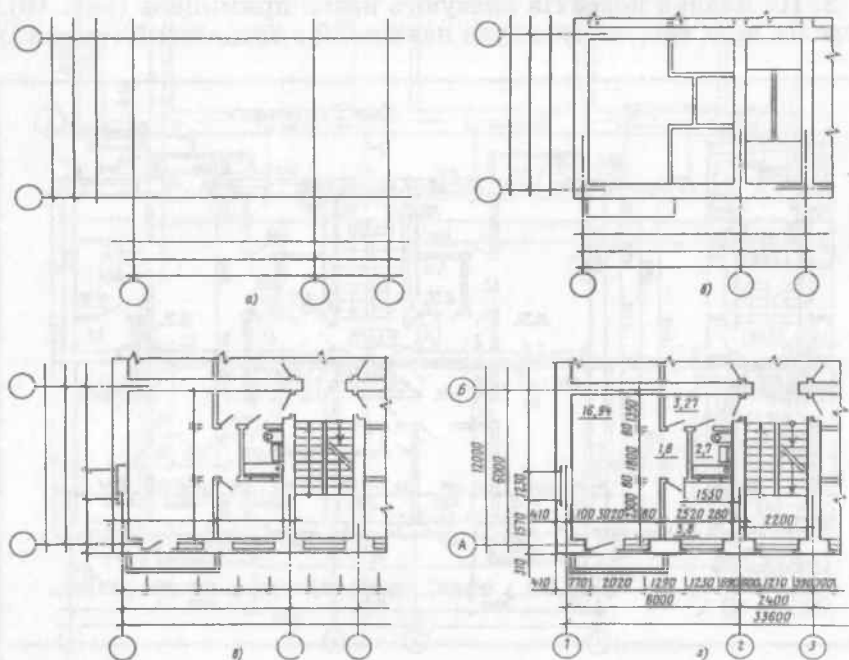

Рис. 20
- проводять поздовжні й поперечні координатні осі (рис. 20а);
- креслять усі зовнішні й внутрішні стіни, перегородки і колони та виконують розмітку віконних і дверних прорізів у зовнішніх і внутрішніх стінах та перегородках (рис. 20б);
- перевіряють креслення, яке виконано у тонких лініях (рис. 20в);
- виправляють, доробляють пропущені матеріали, остаточно обводять план простим олівцем марки ТМ (НВ) або М (В) (рис. 20г).